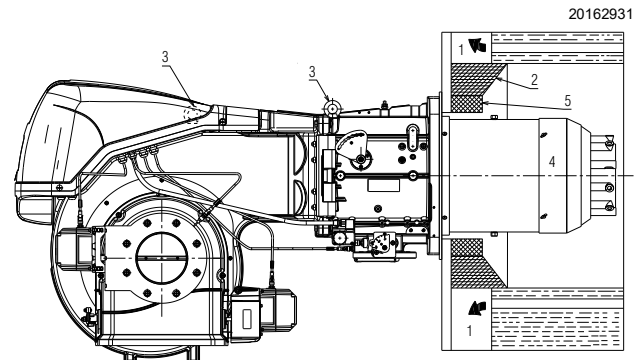

Fig. 13
Pour les chaudières avec circulation des fumées sur l'avant 1)(Fig. 13), ou avec chambre à inversion de flamme, réaliser une protection en matériau réfractaire 5), entre le réfractaire de la chaudière 2) et l'embout gueulard 4).
Prédisposer un système de levage adapté du brûleur en s'accrochant aux anneaux 3)(Fig. 13).
- Introduire la protection thermique fournie sur l'embout 4)(Fig. 13).